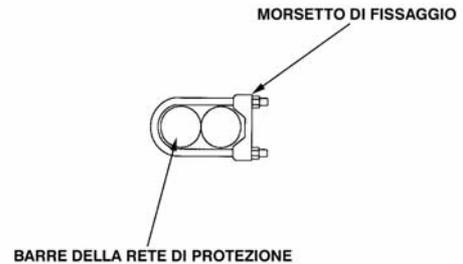
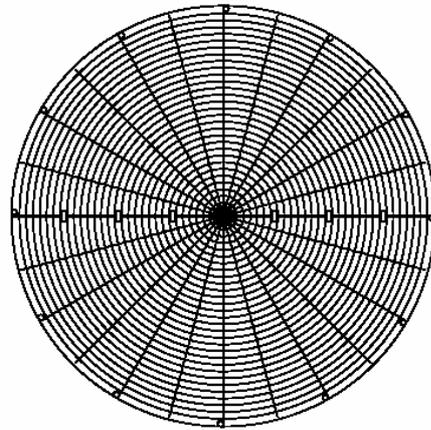

Figura 10 - Sistemazione dei morsetti di fissaggio
Figura 11 - Distanziamento dei morsetti di fissaggio
3. Unire le due metà della rete di protezione con i morsetti di fissaggio (Figura 10). Dovrebbero esserci tre morsetti di fissaggio su ogni lato della rete di protezione del ventilatore. Distanziare i morsetti di fissaggio lungo i raggi della rete di protezione, come indicato nella Figura 11.
3. Unire le due metà della rete di protezione con i morsetti di fissaggio (Vedi Figura 10). Dovrebbero esserci quattro morsetti di fissaggio su ogni lato della rete di protezione del ventilatore. Distanziare i morsetti come indicato nella Figura 11.